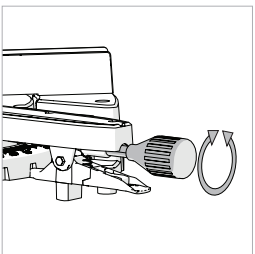

Fig. 30
- Afloje el pomo de bloqueo de inglete **(Fig. 30)** girándolo en sentido contrario a las agujas del reloj.